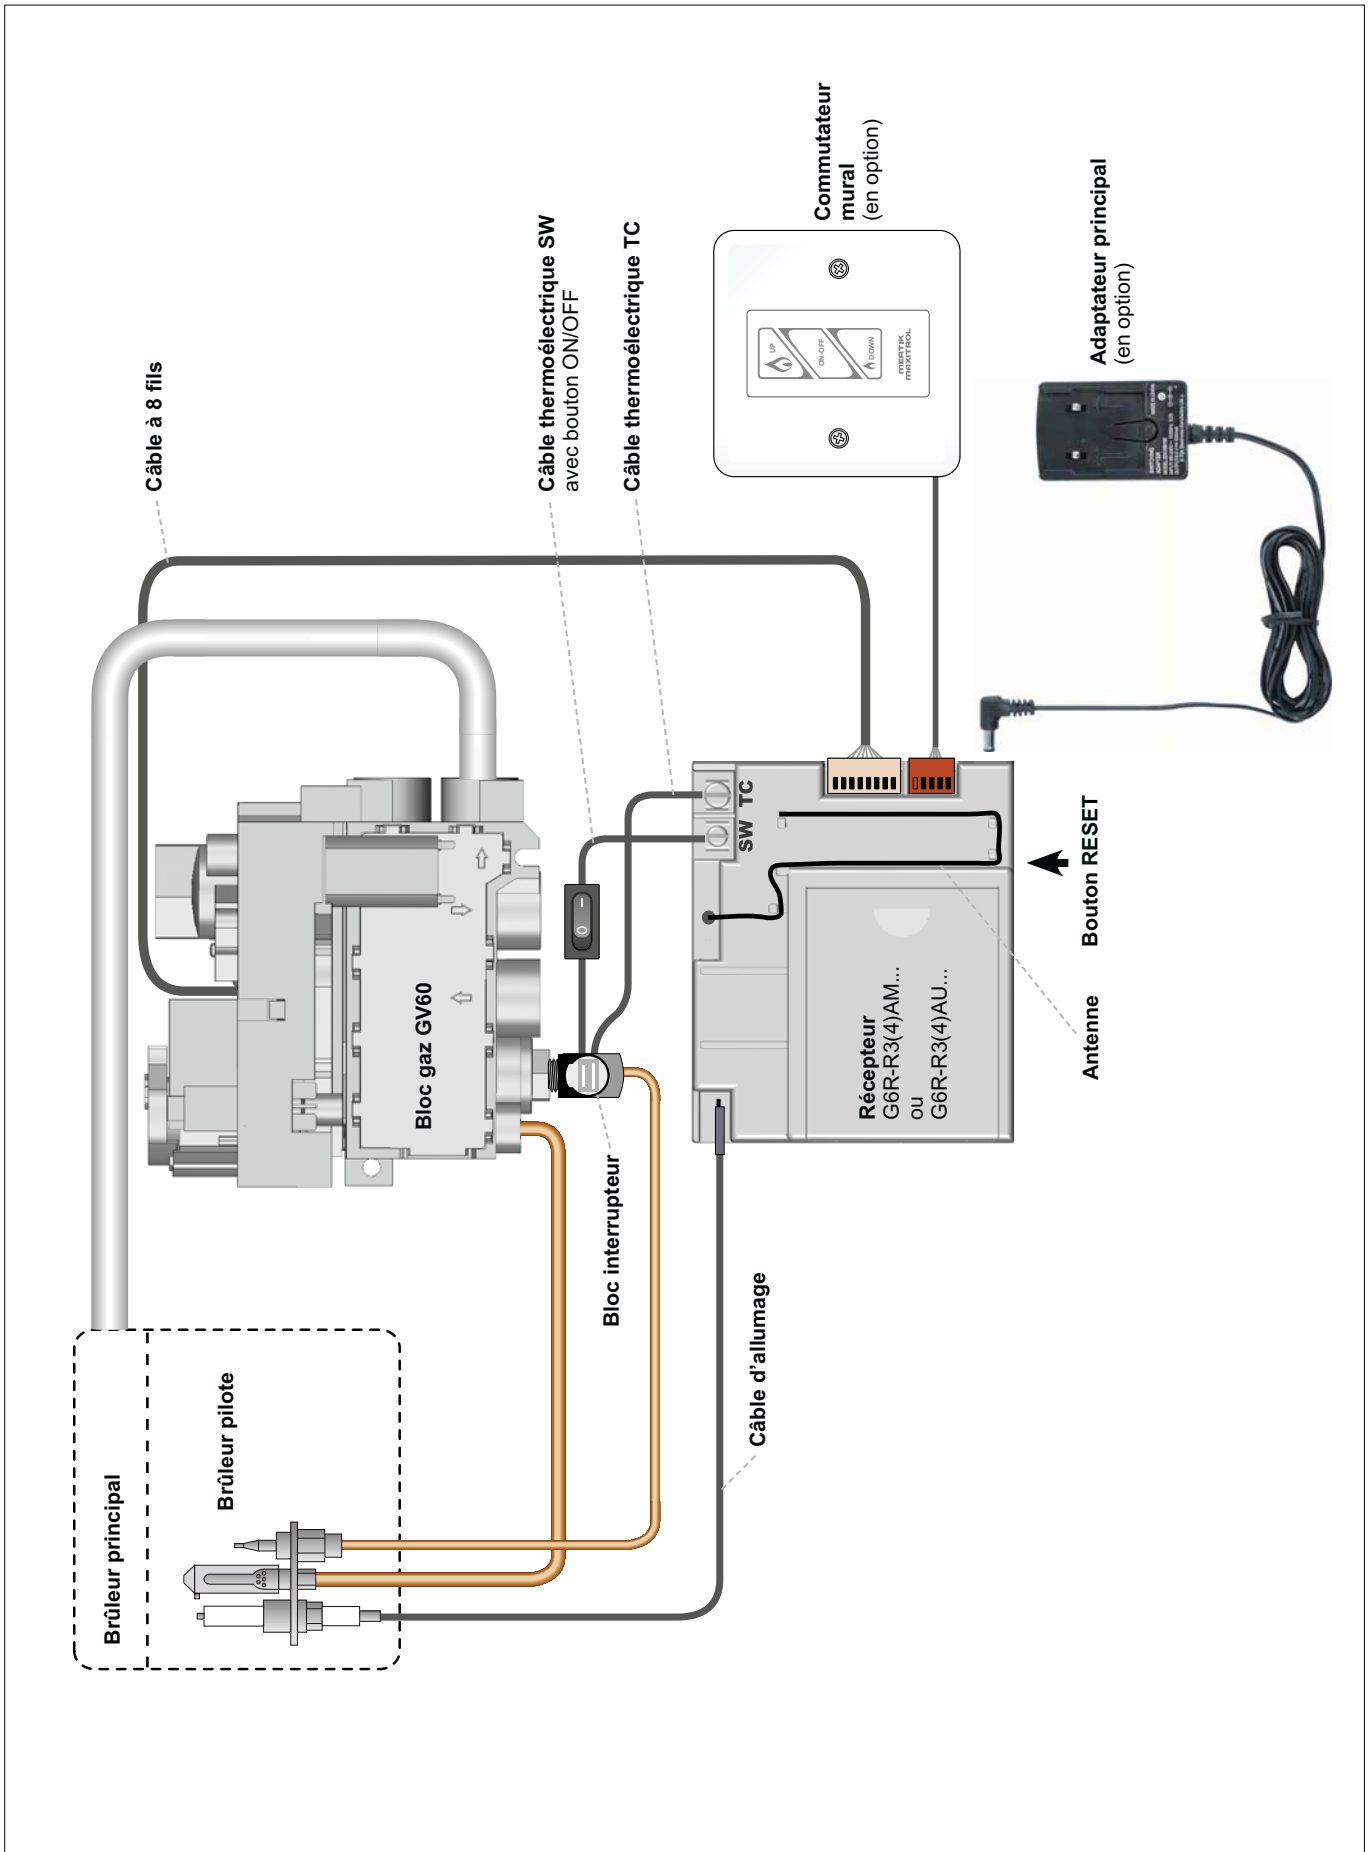

Figure 10
(voir figures 10–14, pages 49–53)
3. Le récepteur doit apprendre le code de la télécommande: Appuyer sur le bouton de réinitialisation du récepteur (figure 10, page 49) jusqu'à ce que deux (2) bips retentissent. Après le second bip, plus long, relâcher le bouton de réinitialisation. Dans les 20 secondes suivantes, appuyer sur le bouton \blacktriangledown (petite flamme) sur la télécommande, jusqu'à ce que deux bips brefs retentissent, confirmant que le code est réglé.
4. Vérifiez la réception. Pour une meilleure réception redresser l'antenne (figure 10, page 49) et la déplacer dans une position qui permet une meilleure réception (voir l'avis ci-dessous).